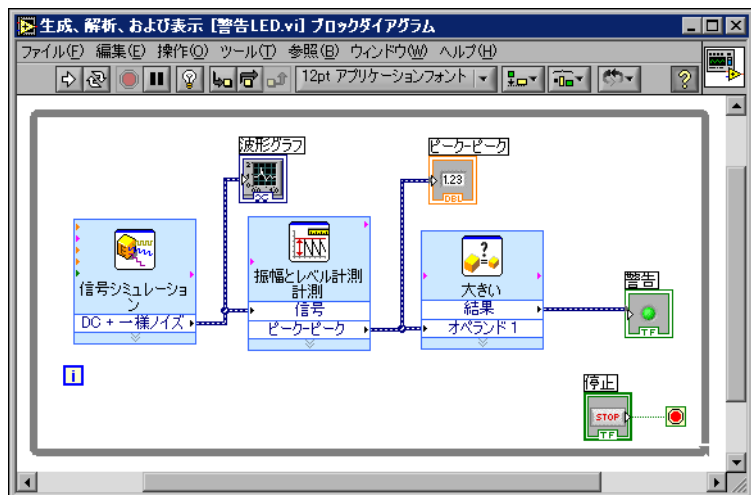

図 2-5 警告 LED VI のブロックダイアグラム
- ブロックダイアグラムで、**警告**端子を「比較」 Express VI の右に移動します。**警告**端子は、図 2-5 に示すループの内側にあることを確認してください。
ブロックダイアグラムは、図 2-5 のようになります。